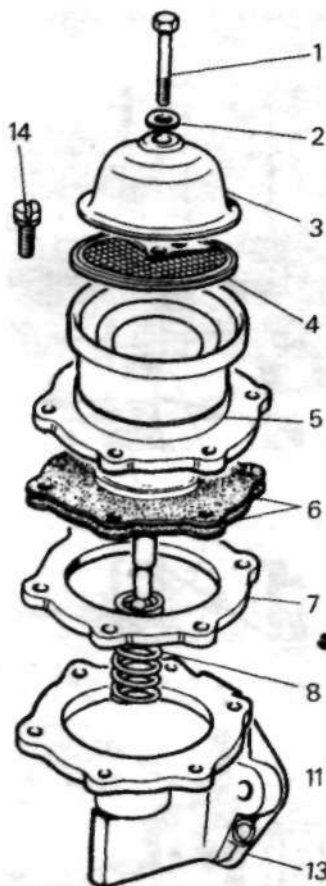

Рис.3.1. Устройство топливного насоса (раздел 6):
1. Вывернуть винт, крепящий крышку насоса (см. рис.3.1) и снять крышку. Обратите внимание на воложистую шайбу под головкой винта.